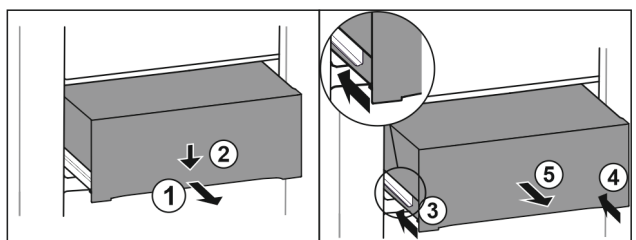

Fig. 92
- ▶ Extrageți pe jumătate sertarul. Fig. 92 (1)
- ▶ Apăsăți în jos sertarul pe partea frontală. Fig. 92 (2)
- ▶ Inșerați șina stângă aproximativ 2 cm. Fig. 92 (3)
- ▶ Inșerați șina dreaptă aproximativ 2 cm. Fig. 92 (4)
- ▶ Extrageți sertarul spre înainte. Fig. 92 (5)